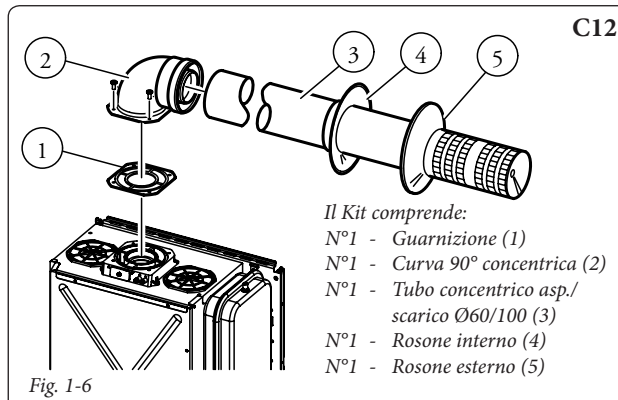

Fig. 1-6
Questo terminale permette l'aspirazione dell'aria e lo scarico dei fumi direttamente all'esterno dell'abitazione. Il Kit orizzontale può essere installato con l'uscita posteriore, laterale destra, laterale sinistra e anteriore (Fig. 1-6÷1-9).
Montaggio kit (Fig. 1-6): installare la curva con flangia (2) sul foro centrale della caldaia interponendo la guarnizione (1) e serrare con le viti presenti nel kit. Innestare il tubo terminale (3) con lato maschio (liscio), nel lato femmina (con guarnizioni a labbro) della curva (2) sino a portarlo in battuta, accertandosi di avere già inserito il relativo rosone interno ed esterno, in questo modo si otterrà la tenuta e la giunzione degli elementi che compongono il kit.